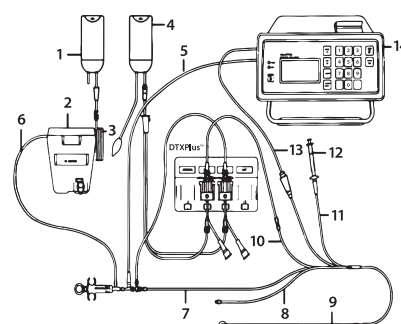

Рисунок 1. Настройка системы с закрытым контуром
ДОПОЛНИТЕЛЬНЫЕ ЭЛЕМЕНТЫ ДЛЯ УСТАНОВКИ (СМ. РИС. 1)
- Подсоедините корпус сенсора температуры инъектата и блок Critikit™ к ранее заполненному просвету для мониторинга ЦВД на катетере ЛА (см. рис. 1). Закрепите систему доставки инъектата так, чтобы свести к минимуму движения компонентов в местах соединения.
- Подсоедините кабель встроенного сенсора (модель SP4045 или другой совместимый кабель) к корпусу сенсора температуры инъектата, вставив в корпус пружинный механизм и затянув его (см. рис. 1).